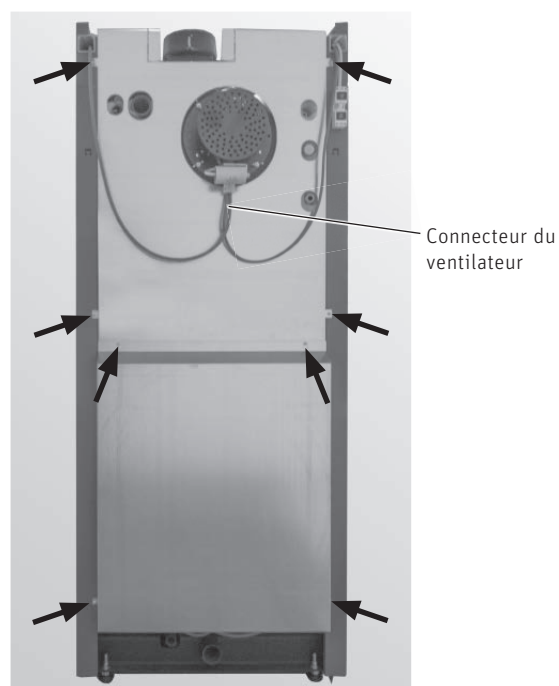

Fig. 60 Monter les parois arrière
- ▶ Fixer la panneau arrière supérieur et le panneau arrière inférieur à l'aide de 4 vis chacune – Fig. 60.
- ▶ Brancher le connecteur du ventilateur au ventilateur de fumées et fixer les câbles latéralement à l'aide de serre-câbles – Fig. 60.